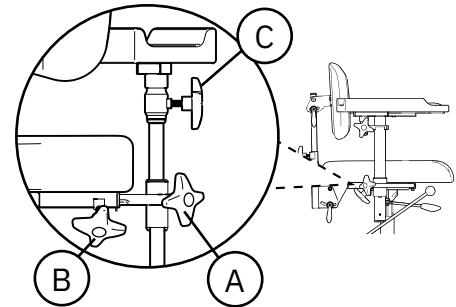

Abb. 5.51. Hemiplegie-Armlehnen.
Hemiplegie-Armlehnen sind in Höhe (A) und Breite (B) verstellbar und können geschwenkt werden, siehe Abb. 5.51.